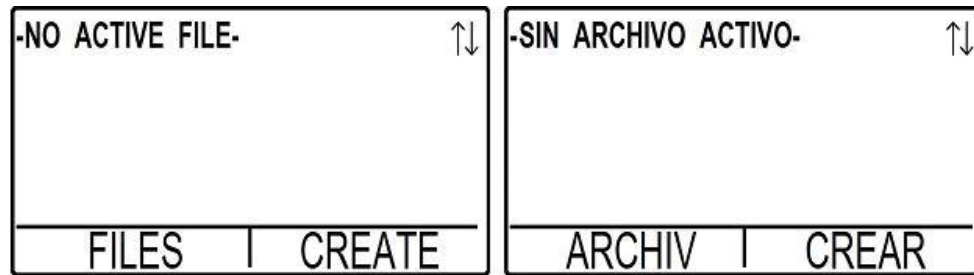

Figura 53: Pantalla inicial de la Memoria Interna.
- f) Presione la tecla  tres veces para mostrar la pantalla inicial de la Memoria Interna; entonces la pantalla aparecerá como se muestra en la Figura 53. Mediante esta pantalla Usted puede entrar a la lista de archivos que se encuentran guardados en la Memoria Interna, y también le permite entrar a la pantalla para iniciar con la generación e identificación de un archivo.